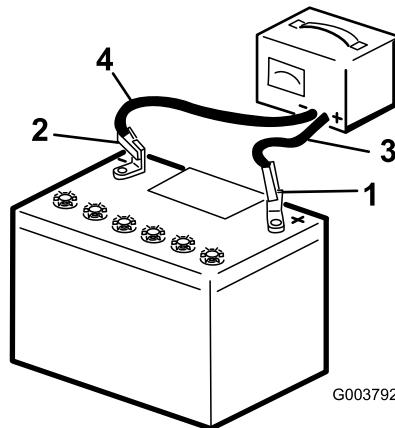

Figura 44
2. Caricate la batteria per 10 o 15 minuti a 25 – 30 A o 30 minuti a 4 – 6 A (Figura 44). Non sovraccaricatela.
3. Quando la batteria è completamente carica, staccate il caricabatterie dalla presa elettrica e scollegate i cavi di ricarica dai poli della batteria (Figura 44).